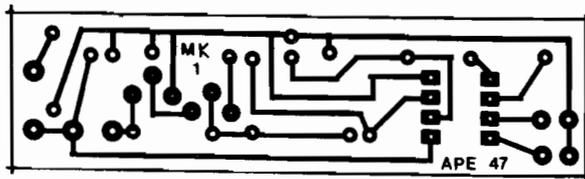

Fig. 2
- FIG. 2 - LAY OUT DO CIRCUITO IMPRESSO ESPECÍFICO (MK1) - Simples e... pequeno! Até uma tirinha de fenolite virgem, que esteja sobrando af pela sucata do Hobbysta, poderá ser aproveitada (são apenas 2 centímetros na largura!). A figura está em tamanho natural, e portanto pode ser copiada diretamente... Recomendamos todos os "tradicionalistas" cuidadosos e "macetes" na confecção, conferência e preparação final da plaquinha, que não deverá oferecer qualquer dificuldade ao Leitor, mesmo iniciante...